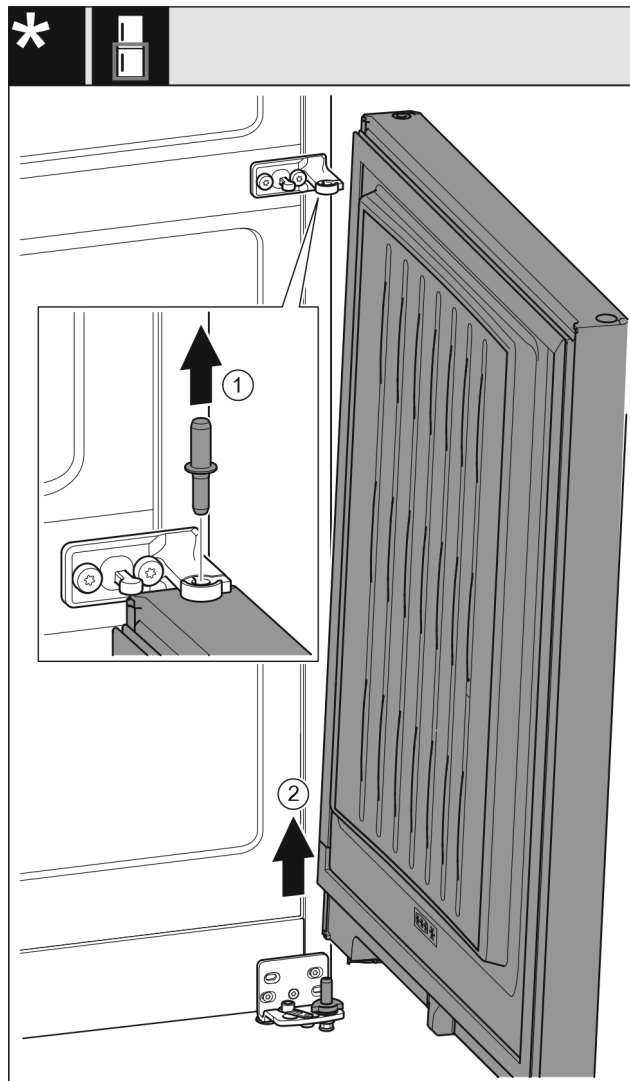

Fig. 10 Χωρίς σούστα
- ▶ Τραβήξτε έξω τον πείρο Fig. 10 (1) προς τα επάνω.
- ▶ Ανοίξτε την πόρτα Fig. 10 (2), τραβήξτε τη προς τα επάνω και παραμερίστε τη στην άκρη.